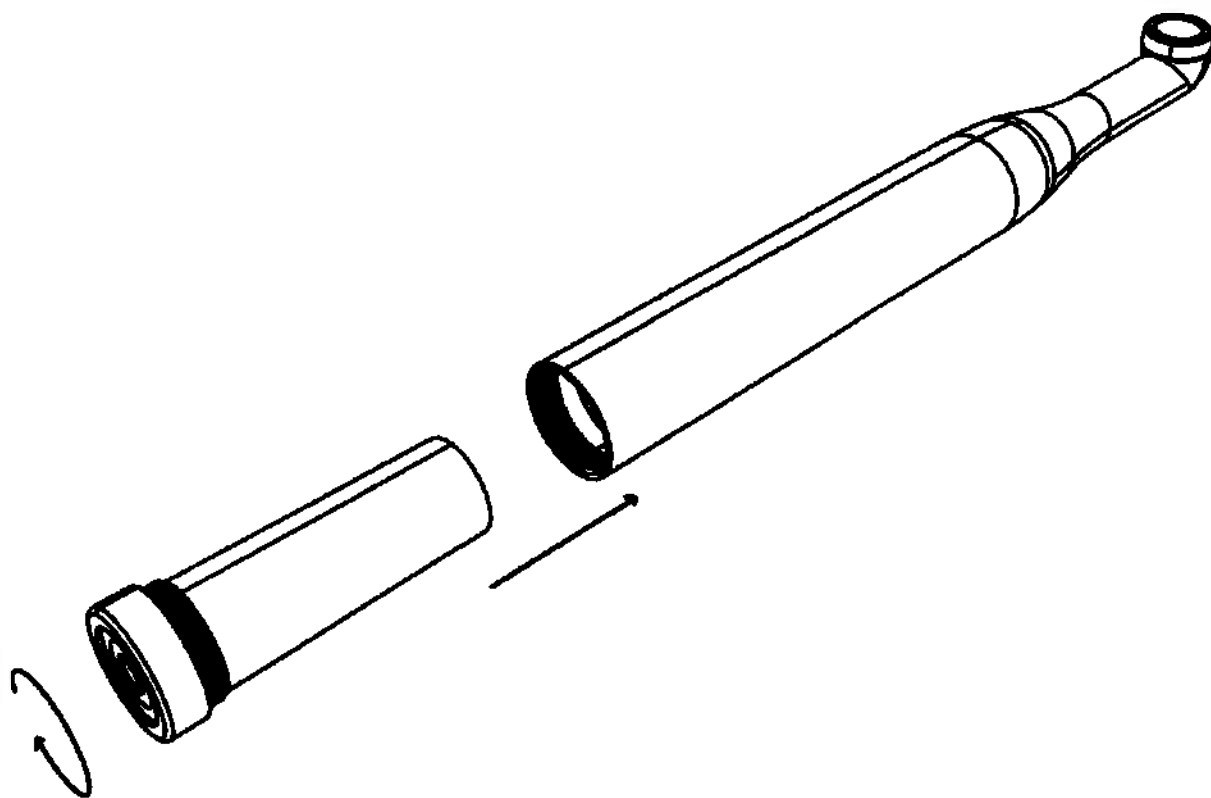

Рис. 6
3. Вставить в лампу аккумуляторную батарею и надёжно закрутить ее (до упора, но без чрезмерных механических усилий) (см. рис. 6).
Выкрутить и извлечь старую батарею. Установить новую батарею (рис. 6).